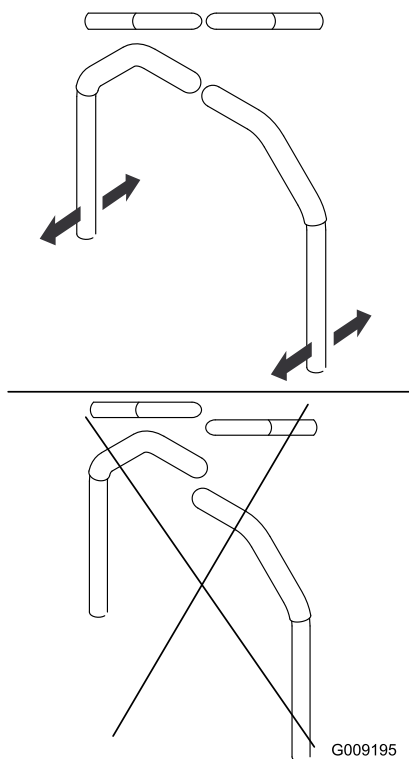

**Figure 46**
- Si la machine se déporte à droite, desserrez les boulons et reculez la plaque de butée gauche dans la fente en T gauche, jusqu'à ce qu'elle se déplace en ligne droite (Figure 46).
- Si elle se déporte à gauche, desserrez les boulons et reculez la plaque de butée droite dans la fente en T droite, jusqu'à ce qu'elle se déplace en ligne droite (Figure 46).
8. Serrez les boulons de la plaque de butée (Figure 46).